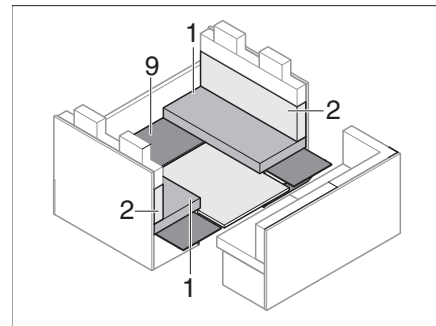

Bild 193 Under ombyggnaden
- Lägg på underlaget (Bild 193,9) igen.